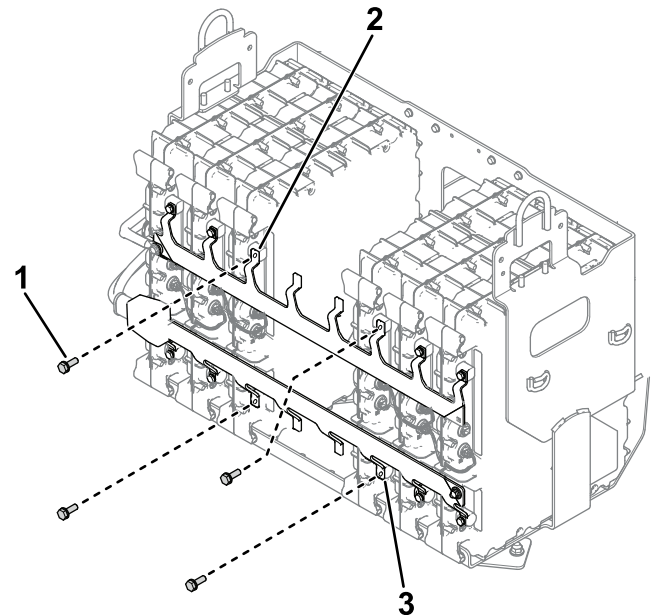

図 8
C. キット同梱のボルトを使用して、バスバーを新しいバッテリーに仮止めする 図 8。
6. バスバーが適切に取り付けられていることを確認し、バスバー固定ボルトを 11 N·m/1.1 kg·m でバッテリー 図 3 と 図 8 にトルク締めする。